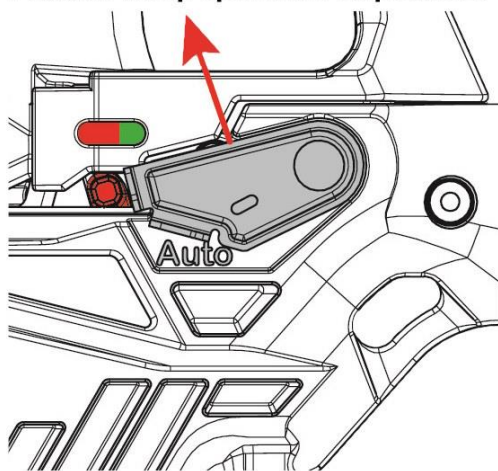

Рис. 21
2. Режим активируется нажатием специального переключателя в верхнее положение «Auto» (Рис.21).